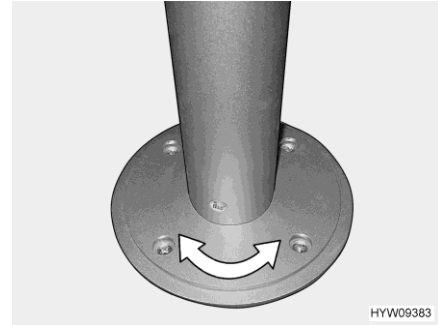

Fig. 97 Base de pedestal (giratoria)
- Girar el tablero de la mesa a la posición deseada. Para ello, se requerirá un poco de esfuerzo ya que el tablero de la mesa gira contra la resistencia por fricción en la base de pedestal (Fig. 97).